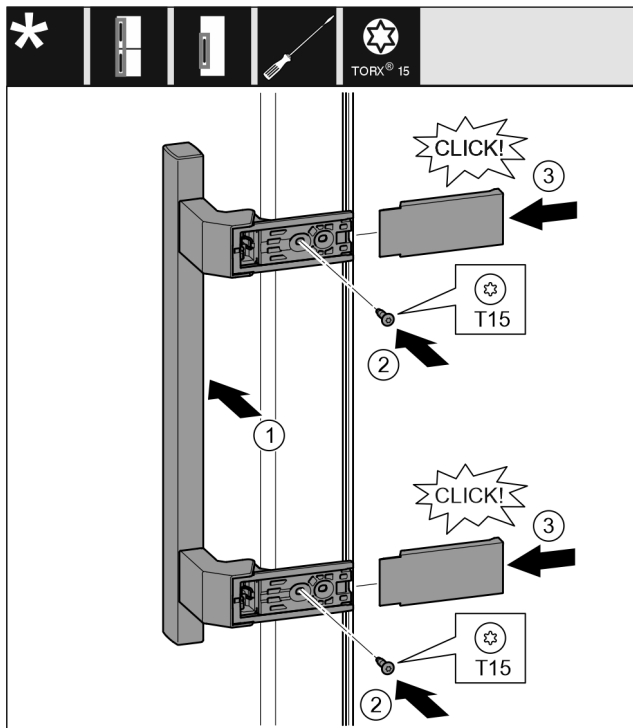

Fig. 17
- ▶ Helyezze fel a fogantyút a másik oldalra. Fig. 17 (1)
- ▶ Húzza meg a csavarokat T15 csavarhúzóval. Fig. 17 (2)
- ▶ Helyezze fel a fedelet oldalra, és tolja őket a helyükre. Fig. 17 (3)